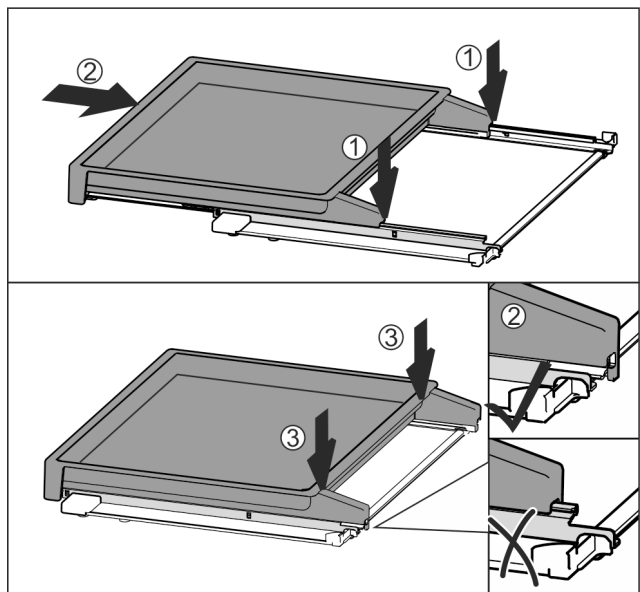

Fig. 113
- ▶ Plateau op het midden van de rails plaatsen Fig. 113 (1).
- ▶ Uitschuifplateau volledig erin schuiven Fig. 113 (2).
- ▶ Tegen de achterkant drukken tot deze hoorbaar vastklikt Fig. 113 (3).